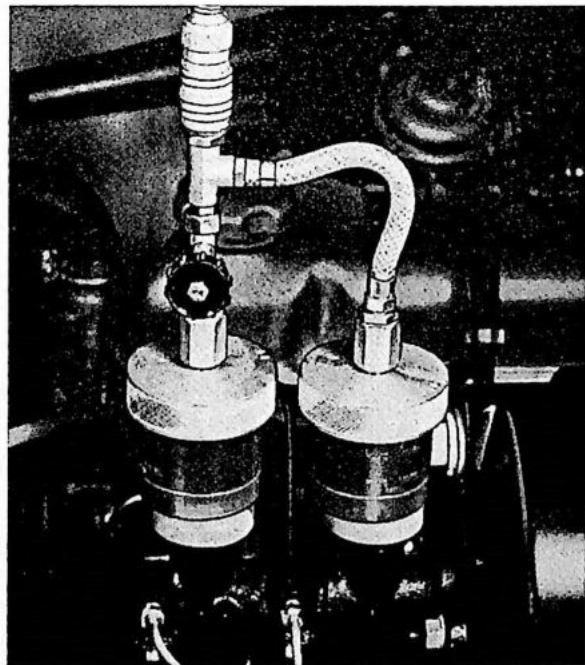

Fig. 5-52. Het aansluiten van het ontluuchtingsapparaat
4. Monteer de vuldoppen met de verbindingstukken en de afsluitkraan. Deze hulpstukken kunnen verkregen worden bij de leverancier van het ontluuchtingsapparaat. Noot: de dop met de afsluitkraan moet gemonteerd worden op het reservoir van de sekundaire kring (zie Fig. 5-52) en de kraan moet gesloten zijn.